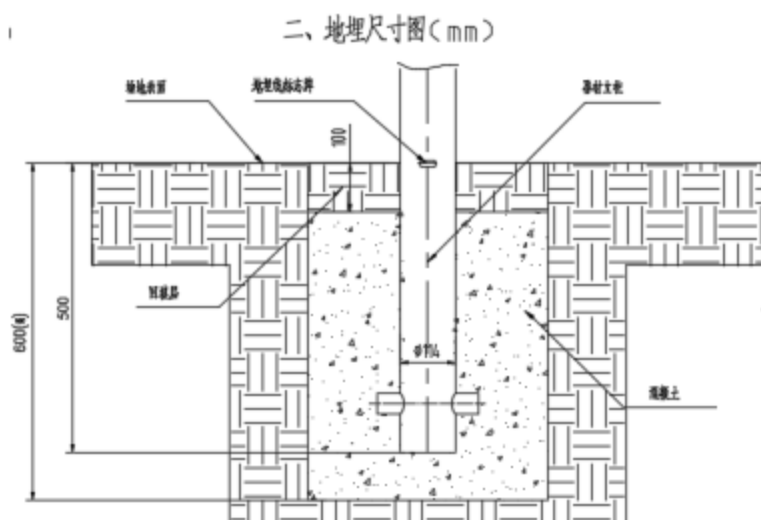

图3
3) 将器材各个支撑立柱放入混凝土土地基坑中（如图3），保证器材各个支撑立柱和主体与场地表面垂直，地理标线与场地平面平齐。